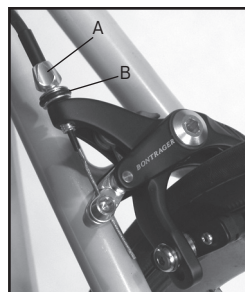

Figure 11 - Pièces de réglage des câbles
6. Faites tourner le cylindre de réglage une ou deux fois (figure 11). Tournez l'écrou de serrage du cylindre de réglage pour maintenir le réglage.